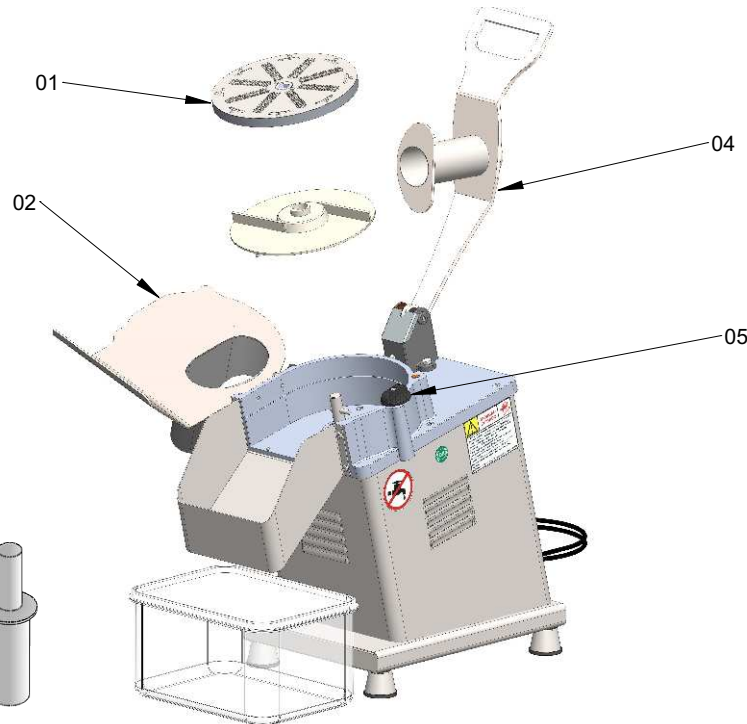

Figura 04
2.4.1 Retire o soquete (Item 03, figura 04) e levante a alavanca (Item 04, figura 04).
2.4.2 Bascular a tampa superior (item 02, figura 04), afrouxando o manipulador (item 05, figura 04) das laterais, remova o disco (item 01, figura 04), puxando um de cada vez para cima com as duas mãos.
2.4.4 Feche a tampa superior (item 02, figura 04) e aperte o manipulador (item 05, figura 04), lembrando que o Processador de alimentos não funciona se a mesma não estiver no seu devido lugar.